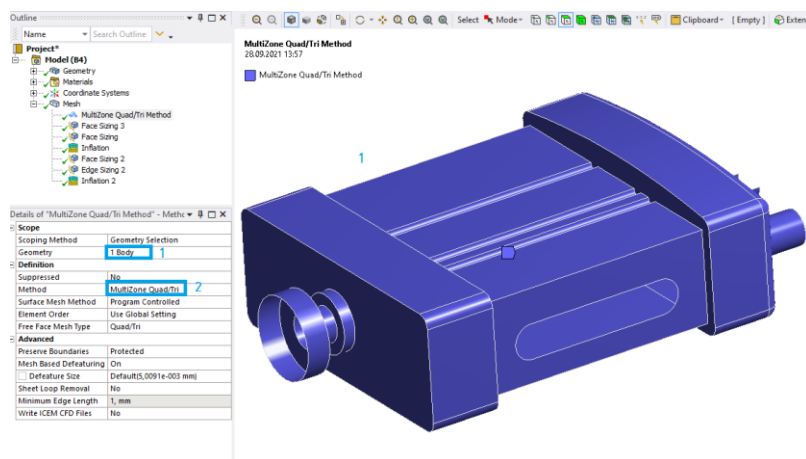

Рис. 18. Задание метод генерации сетки
6.2. Жмем ПКМ на **Mesh – Insert – Method**, выделяем геометрию (1) и выбираем метод (2) – **Multizone Quad/Tri** (рис. 18).